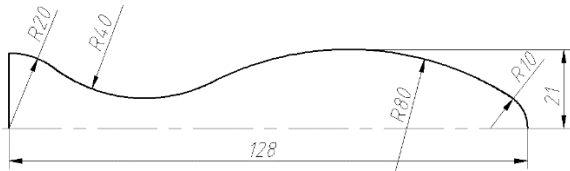

图 2-39 平面图形
1) 已知圆弧: 已知其圆心坐标 X、Y 及圆弧半径, 如图 2-39 中的 R20 和 R10。
2) 中间圆弧: 已知其圆心坐标 X、Y 及圆弧半径, 如图 2-39 中的 R80。
3) 连接圆弧: 已知圆弧半径, 如图 2-39 中的 R40。
【例 2-1】 画出如图 2-39 所示的图形。